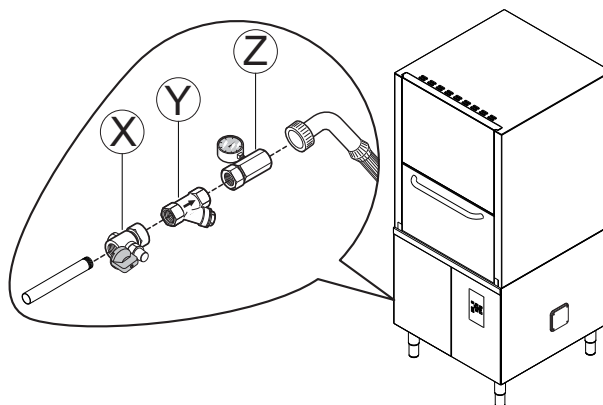

Figura 10 Conexión del tubo de alimentación
- Conecte el tubo de suministro de agua "HWI" (consulte el párrafo F6.2 Diagramas de instalación) a la red, mediante la instalación de una llave "X", el filtro "Y" suministrado y un manómetro "Z" entre el aparato y la red de suministro (Figura 10). Selle con cuidado todos los componentes para evitar pérdidas en las tuberías.